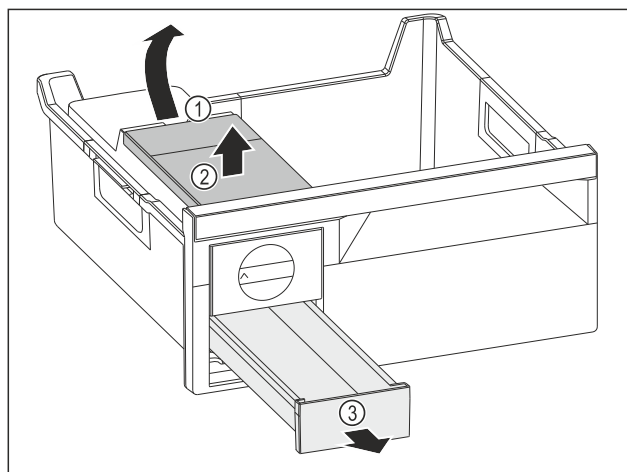

Fig. 170
- Veepaagi väljavõtmine: Tõstke veepaak väljalõikest Fig. 170 (1) üles.
- Võtke veepaak Fig. 170 (2) ülespoole välja.
- Võtke jääkuubikusahtel Fig. 170 (3) ettepoole välja.